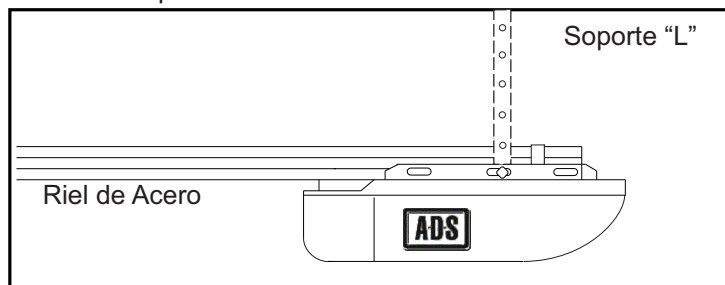

Fig.10
- **Riel de Acero (Fig. 10):** Fije el Riel de Acero al techo con dos Soportes.